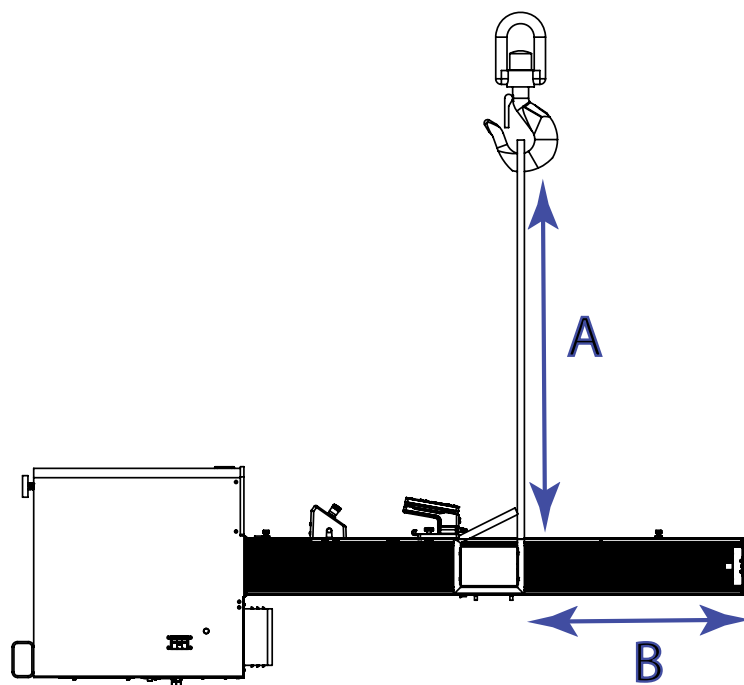

Figura 23. Fissaggio delle imbracature di sollevamento
2. Collegare le due imbracature di sollevamento alla traversa e fissarle al gancio della gru come mostrato nella Figura 23 a pagina 82. Se al posto delle imbracature si utilizzano catene, avvolgere la traversa e la piastra superiore con materiale protettivo per proteggerle da graffi e abrasioni.
La lunghezza dell'imbracatura (A nella Figura 23 a pagina 82) deve essere maggiore della distanza richiesta per superare la piastra superiore (B nella Figura 23 a pagina 82). In questo modo si garantisce che il gancio non danneggi il telaio durante il sollevamento.